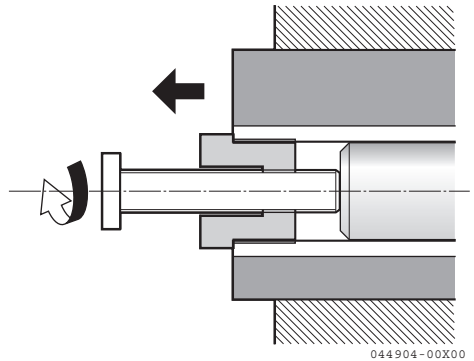

Figura 15
*Nota: Quando si sostituisce una girante usata con una nuova, la girante deve avere una filettatura M16 × 2 (**Figura 15**). Ruotare il lato con la vite M16 della girante verso il lato del coperchio e installare.*